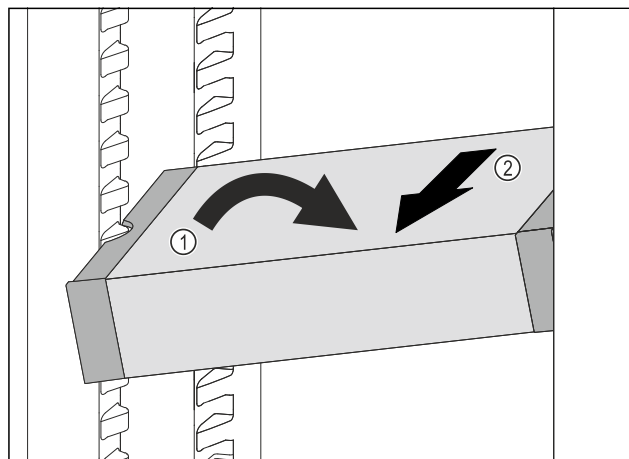

Fig. 106
- Állítsa ferde helyzetbe a VarioSafe-fiókot a hűtőrészben. Fig. 106 (1)
- Előrefelé vegye ki a VarioSafe-fiókot. Fig. 106 (2)